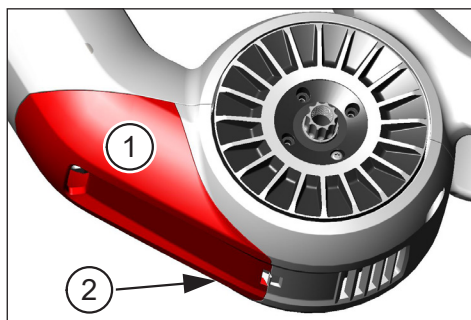
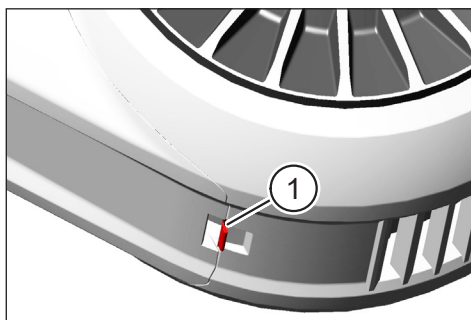

Fig. 21: Appuyer sur la SkidPlate
Fig. 20: Ressort d'encliquetage sur la SkidPlate
- ▶ Poussez bien la SkidPlate (pos. 1 dans Fig. 21) sur l'extrémité inférieure (voir pos. 2 dans Fig. 21). Le ressort d'encliquetage doit s'enclencher de manière audible (pos. 1 dans Fig. 20).